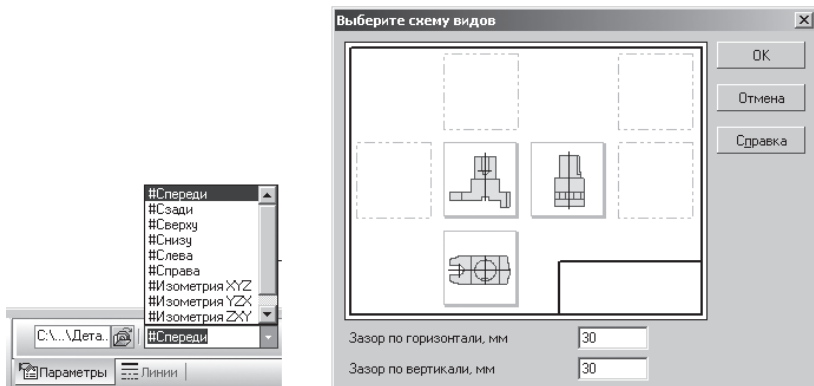

Рис. 310
- на панели **Свойств** на вкладке **Параметры** настройте параметры стандартных видов. Выберите ориентацию главного вида – **Спереди** (рис. 310);
- в поля **Зазор по горизонтали** и **Зазор по вертикали** введите значение 30 мм (расстояние между видами) и нажмите **ОК** (рис. 310);